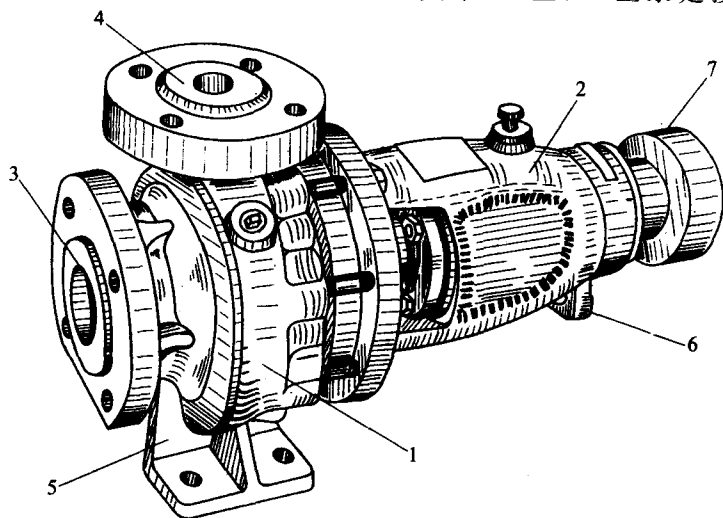

图 1-3 IS 型离心泵外形
(1) 单级单吸式离心泵的特点(图 1-3) 这是一种最常用的水泵,其结构简单,操作方便,维护检修容易,应用广泛。它主要有 IB 型、IS 型、B 型和 BA 型等系列,其中 IB 型、IS 型泵是按照